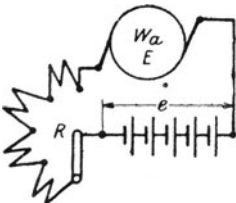

Fig. 73.
Dieser Strom ist so groß, daß ihn unser Motor nicht vertragen würde. Man muß daher zwischen Anker und Stromquelle einen Anlaßwiderstand legen. (Fig. 73 Widerstand R) (Vergl. auch Fig. 8 und Auf. 60 und 61.)
191. Ein Elektromotor ist an eine Klemmenspannung von 110 [220] (440) V angeschlossen, er nimmt 20 [15] (10) A auf und macht dabei 1000 [1200] (900) Umdrehungen. Sein Ankerwiderstand beträgt 0,25 [0,5] (1,2)  $\Omega$ . Um die Tourenzahl herabzusetzen, schaltet man dem Anker einen Widerstand R von 2,75 [6,5] (20,8)  $\Omega$  vor (Fig. 73). Gesucht wird:
- b) die elektromotorische Gegenkraft bei vorgeschaltetem Widerstand und 20 [15] (10) A Strom,